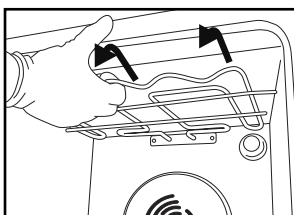
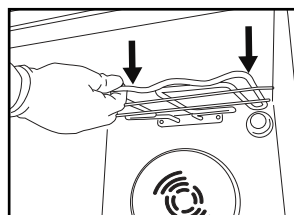

Fig. 3
Fig. 4
2. Tirez légèrement sur la résistance chauffante (Fig. 3) et abaissez-la (Fig. 4).